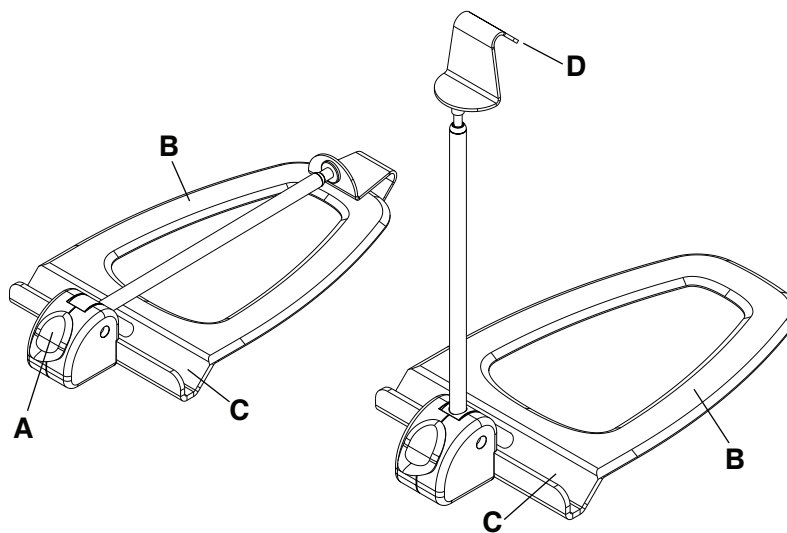

Figura 29 – Porta-cassetta radiografica laterale
2. Premere il pulsante giallo di sblocco (A) per aprire il portacassetta laterale (Figura 29).
3. Infilare la base piatta (B) tra il materasso e la piattaforma del paziente.
5. Posizionare la cassetta radiografica nell'apposito canale (C).
6. Tirare verso l'alto il gancio della cassetta (D) per regolare l'altezza del braccio in modo che mantenga in posizione la cassetta.